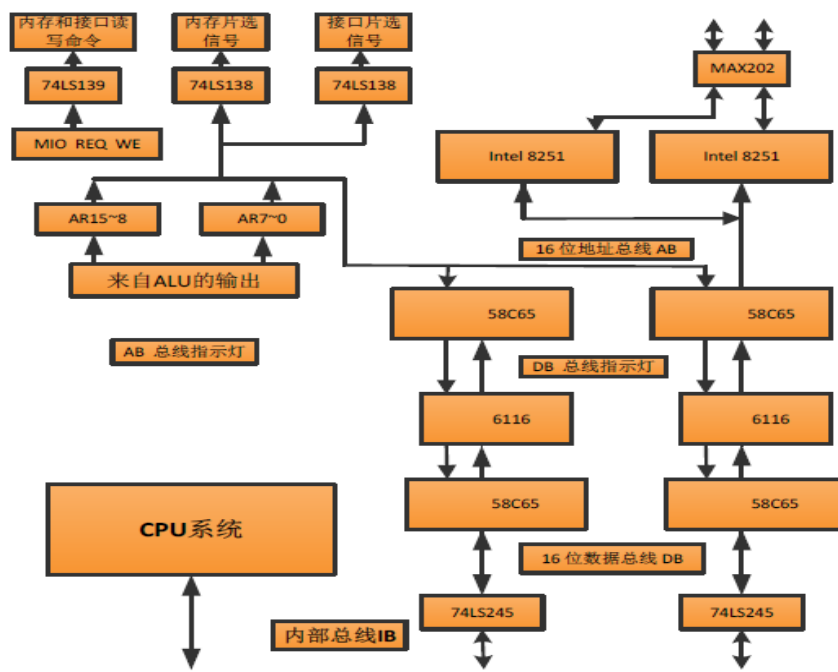

图1 内存储器和串行接口电路
1、内存存储器是计算机中存放正在运行中的程序和相关数据的部件。在教学计算机存储器部件设计中，选用静态存储器芯片实现内存存储器的存储体，包括唯读存储区(ROM，存放监控程序等)和随读写存储区(RAM)两部分，ROM存储区选用58C65芯片实现，RAM存储区选用6116芯片实现，其地址空间分配关系是：0-1777h用于第一组ROM，固化监控程序，2000-2777h用于RAM，保存用户程序和用户数据，其高端的一些单元作为监控程序的数据区，第二组ROM的地址范围可以由用户选择，主要用于完成扩展内存容量(存储器的字、位扩展)的教学实验。内存存储器和串行接口线路的组成如图1所示。